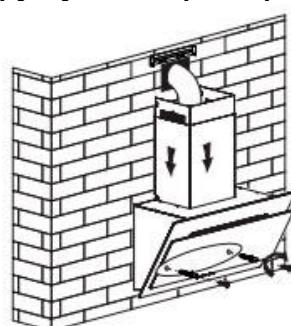

Рис. 6
4. Повесьте вытяжку на стену в фиксированном положении, отрегулировав положение вытяжки, закрепите вытяжку с помощью предохранительных винтов. Установите короб на корпус, одновременно вытяните расширительную трубу наружу. Смотрите рис. 6.